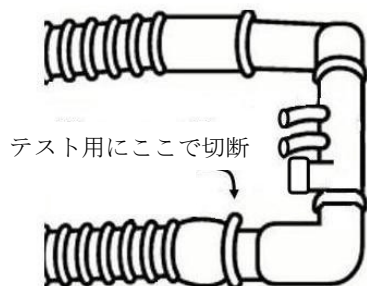

図 6-3: 校正用の取り外し箇所
3. 患者から鼻 CPAP 装置を外し、患者の Y 字型部位で回路の呼気肢の接続を外します。（図 6-3）